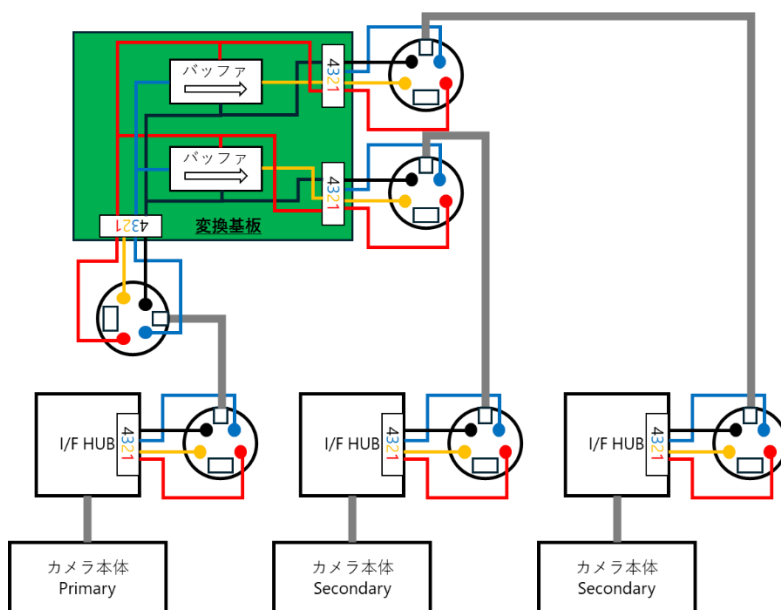

Figure 39. ToF カメラ並列接続用変換基板例
1. カメラ同士を接続する際には、2 番ピンを入力、3 番ピンを出力として接続する必要があります。そのため、**Figure 39. ToF カメラ並列接続用変換基板例**に示す変換基板をご用意ください。